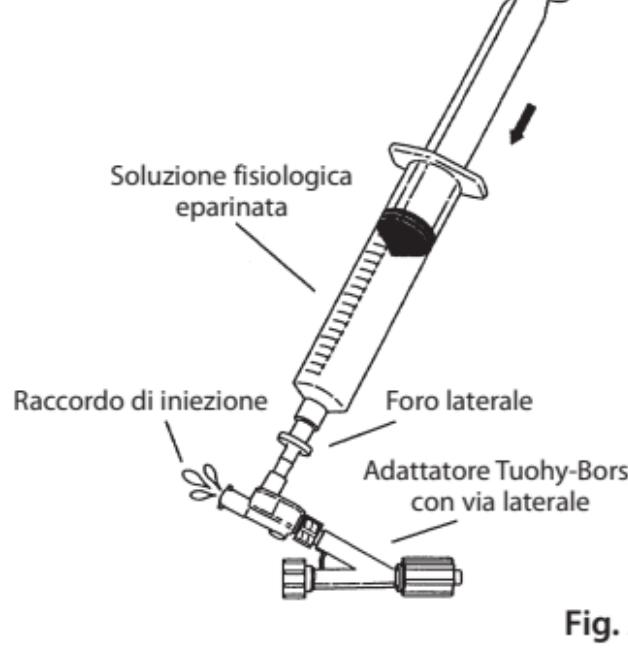

Fig. 2
4. Collegare la valvola di non ritorno all'adattatore Tuohy-Borst. La valvola Tuohy-Borst deve essere completamente chiusa. Collegare una siringa da 20 mL piena di soluzione fisiologica eparinata al foro laterale dell'adattatore con valvola di non ritorno ed eliminare lentamente l'aria dal raccordo di iniezione. (**Fig. 2**)